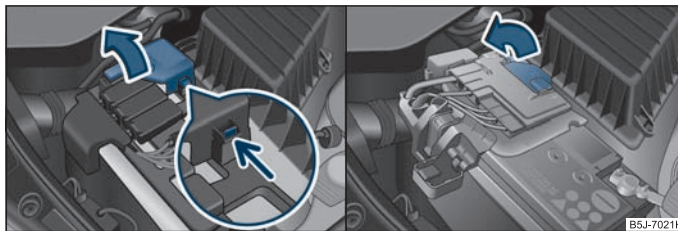

Fig. 144 Bateria: Se ridică capacul (cutie de viteze automată) / (cutie de viteze manuală)
- Desfaceți elementele de fixare de pe partea polului plus al bateriei ⇒ fig. 144 - stânga.
- Ridicați capacul în sensul indicat de săgeată ⇒ fig. 144 în stânga (cutie de viteze automată), respectiv ⇒ fig. 144 - în dreapta (cutie de viteze manuală).